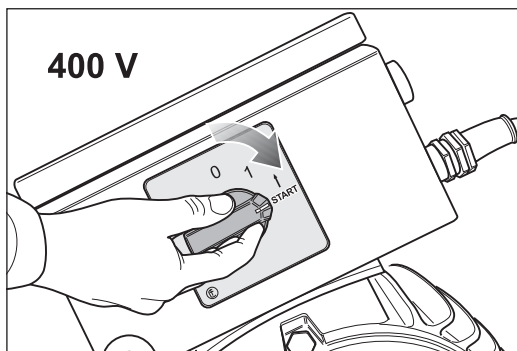
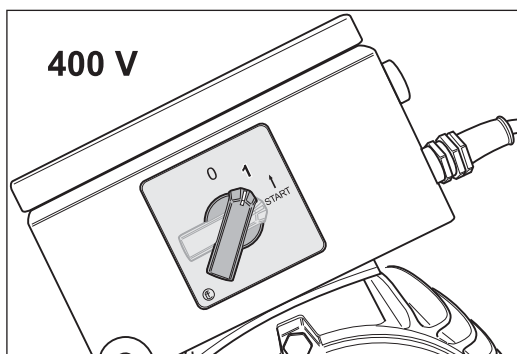

Abb. 19 Zum Einschalten den Schalterknopf am Motor auf die Position -START- drehen.
Abb. 20 Nach Anlauf des Motors den Schalterknopf loslassen. Er nimmt automatisch die Position -1- ein.
- 2 Drehen Sie zum Einschalten der Maschine den Schalterknopf am Motor auf die Position -START- (Abb. 19) und lassen Sie nach Anlauf des Motors den Schalterknopf los. Er nimmt automatisch die Position -1- ein (Abb. 20).